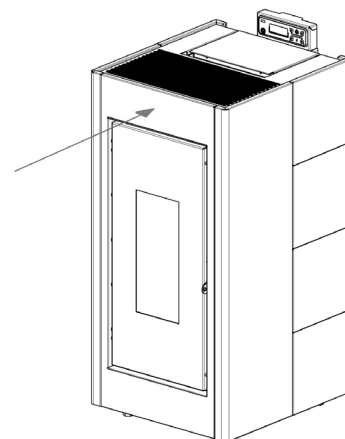

Fig. 40 - Sæt frontpanelet på igen
- Sæt frontpanelet på igen (se **Fig. 40**).